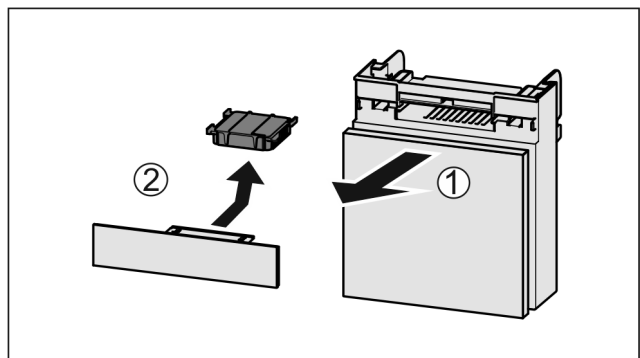

Fig. 127
- ▶ Fach nach vorne herausziehen Fig. 127 (1).
- ▶ Aktivkohlefilter entnehmen Fig. 127 (2).